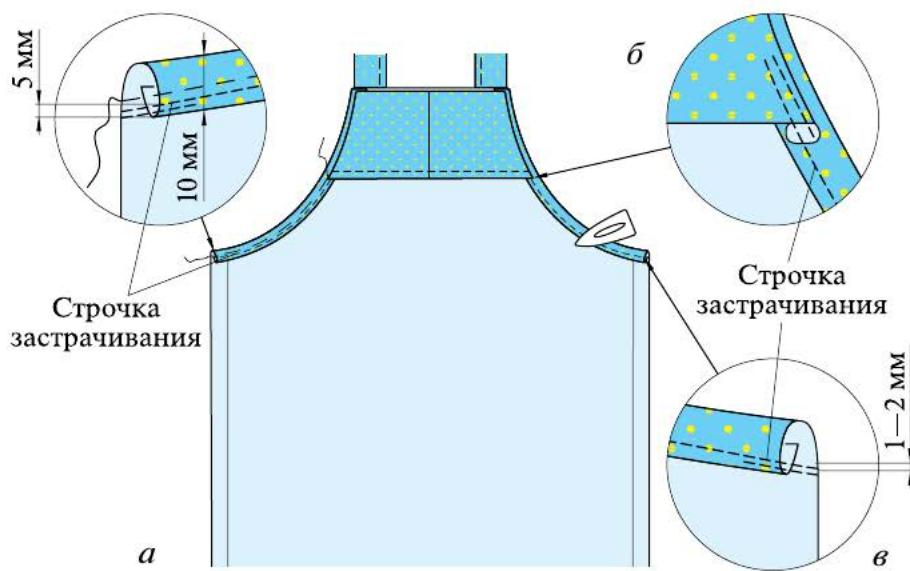

Рис. 6.51. Обработка боковых срезов нагрудника
2. **Застрочите** на расстоянии 1—2 мм от сгиба (рис. 6.51).
На правой половине фартука машинную строчку начните выполнять сверху — на обтачке, а закончите внизу (рис. 6.51, *б*, *в*). На левой половине — наоборот: строчку начните снизу (рис. 6.51, *а*), а закончите на обтачке. Приутюжьте.